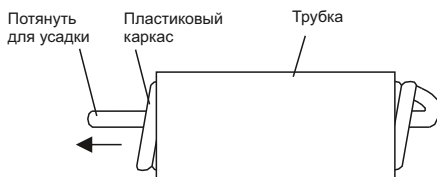

Рисунок 2
4.2.3 Удалить внутренний пластиковый каркас за свободный конец корда без применения специальных инструментов, придерживая рукой трубку над местом усадки (рисунок 2).